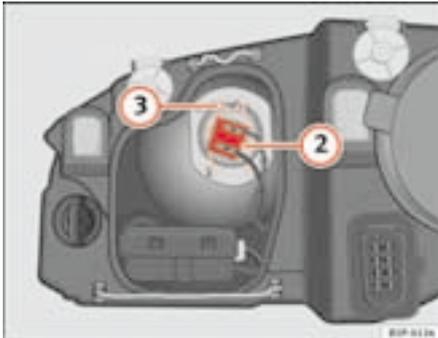

Fig. 162 Luz de cruce
- Extraiga el conector ⇒ fig. 162 ② de la lámpara.
- Desenganche el resorte retentor ⇒ fig. 162 ③ presionándolo hacia dentro y a la derecha.